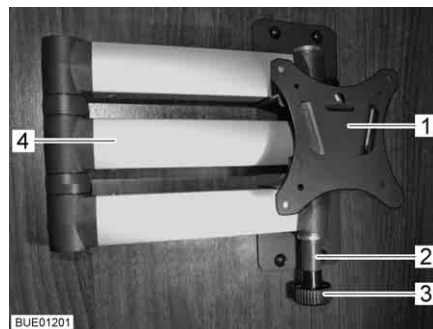

Fig. 67 Support à bras articulé
- Tirer sur le bouton de déverrouillage (Fig. 67,3). Le bras articulé (Fig. 67,4) est déverrouillé.
- Faire retourner l'écran plat dans sa position initiale jusqu'à ce que le support (Fig. 67,1) s'enclenche dans le verrouillage (Fig. 67,2).